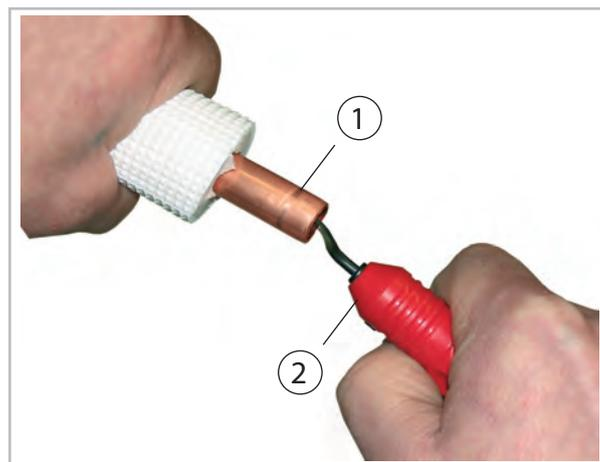
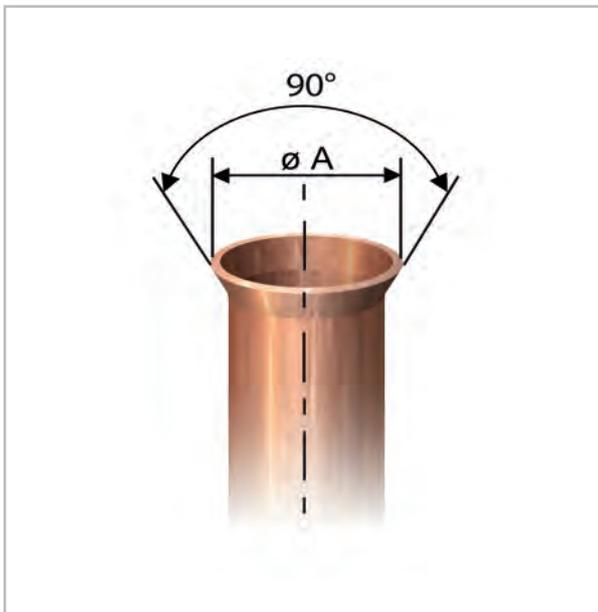

Fig. 75: Ébavurage de la conduite de frigorigère
Fig. 77: Bord relevé de forme adéquate
- Les tuyaux de cuivre utilisés pour les raccordements des modules doivent être dotés de bords relevés. Attention à la forme des bords relevés et à un écrou-raccord adapté (fourni). ( Voir la Fig. 75 à Voir la Fig. 77).